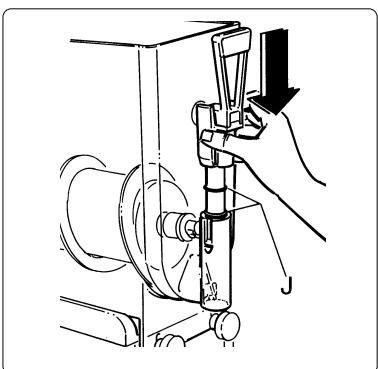

Fig. 18
h) Rimontare il rubinetto avendo cura di cospargere con grasso di veselina le guarnizioni (J) per agevolare lo scorrimento del rubinetto nella propria sede fino a completo inserimento (vedi fig. 18).